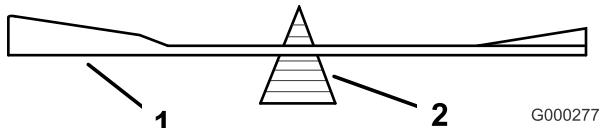
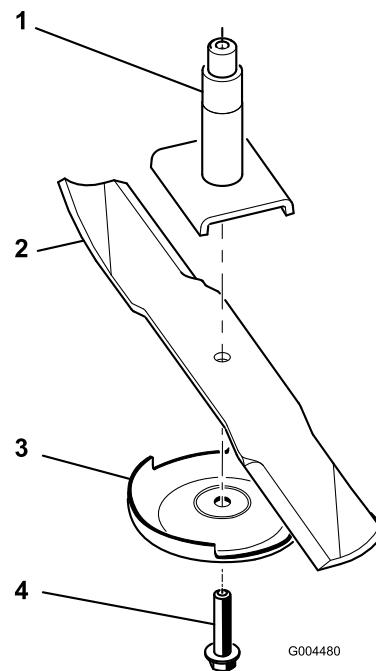

Figura 74
Figura 75
2. Retire a cavilha da lâmina, a placa anti-dano e a lâmina do eixo (Figura 75).
2. Verifique o equilíbrio da lâmina colocando-a num equilibrador de lâminas (Figura 74). Se a lâmina ficar na horizontal é porque está equilibrada e pode ser utilizada. Se a lâmina não estiver equilibrada, lime algum metal da extremidade da aba apenas (Figura 75). Repita este procedimento até a lâmina estar equilibrada.
1. Instale a lâmina no veio (Figura 75).
2. Instale a placa anti-danos e o parafuso da placa (Figura 75).